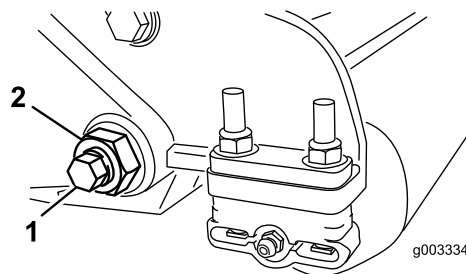
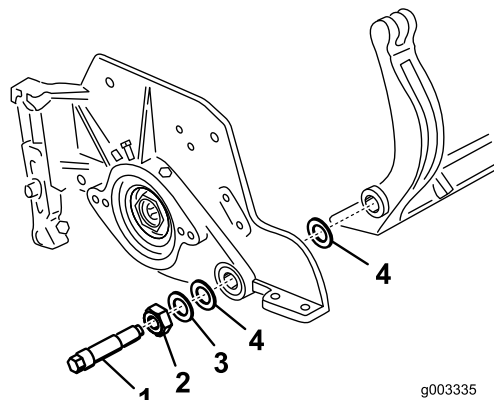

Figura 30
Figura 31
3. Su ciascun lato della macchina, allentate il dado di bloccaggio che fissa il bullone della barra di appoggio (Figura 30).
4. Togliete ciascun bullone della barra di appoggio consentendo alla barra di appoggio di essere tirata verso il basso e rimossa dal bullone della macchina (Figura 30). Considerate 2 rondelle in nylon e 1 rondella in acciaio stampato su ciascun lato della barra di appoggio (Figura 31).
4. Posizionate una rondella in acciaio all'esterno di ciascuna rondella in nylon (Figura 31).
Le rondelle all'interno possono avere del gioco (Figura 31).